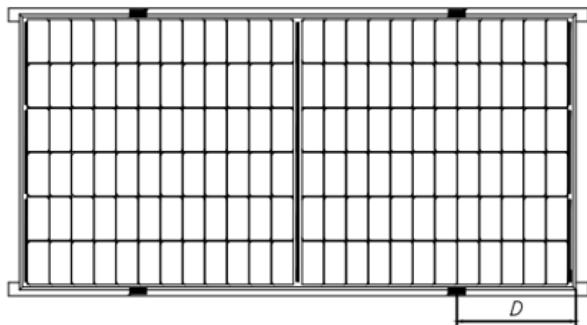
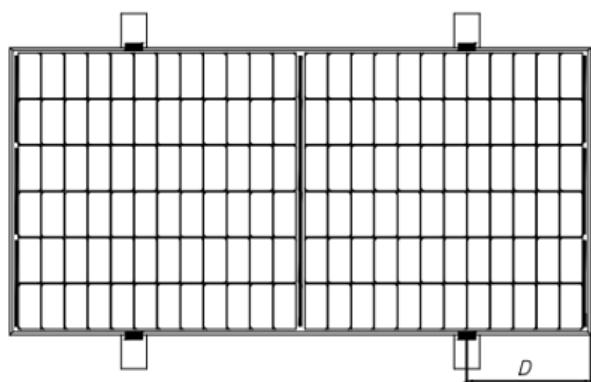
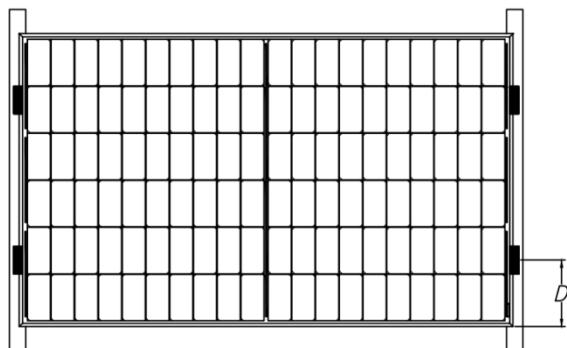
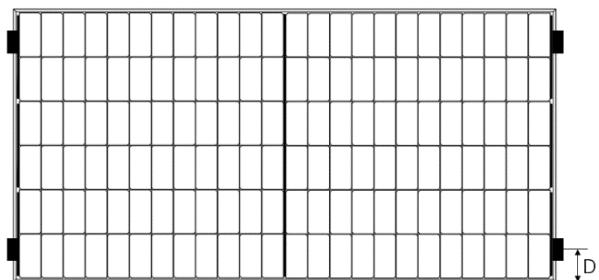

図 3 ガイドレールを長辺フレームに重ねる場合の取付
図 4 ガイドレールを長辺フレームに垂直にする場合の取付
図 5 ガイドレールを短辺フレームに重ねる場合の取付
図 6 短辺フレーム 4 点支持の取付
モジュールを設置する際には、図 3、図 4、図 5、図 6 に示すように、各モジュールを少なくとも 4 つのクランプで固定する必要があります。
⑨ モジュールが設置後に架台から脱落することを防ぐために、中間クランプ、エッジクランプ及びフレームの A 面に接触する面に柄溝構造のあるクランプを選ぶことをお勧めします。柄溝構造が 9 つぐらいで、隣り合っている柄溝の距離が約 1.2mm で、柄溝の深さが約 0.6mm をお勧めします。
⑩ 図 3 に示す設置方法の場合、モジュールの C 面とガイドレールのオーバーラップが $\geq 25\text{mm}$ とします。不適切なクランプや間違った設置方法を使うと、アストロエナジーの限定保証は無効となります。